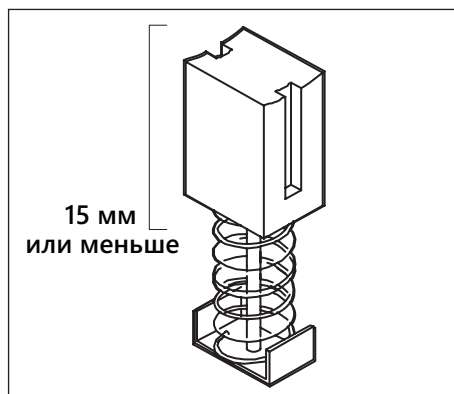

Рисунок 18.
- измерьте длину щеток; замените щетки, если длина любой из угольных щеток изношена до 15 мм или меньше. Установите старые угольные щетки (в их первоначальной ориентации), если ваши щетки не изношены до 15 мм (рис. 18). Обе угольные щетки следует заменять одновременно;